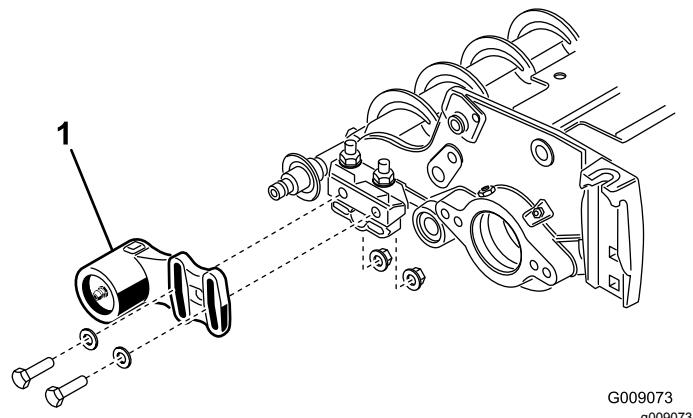
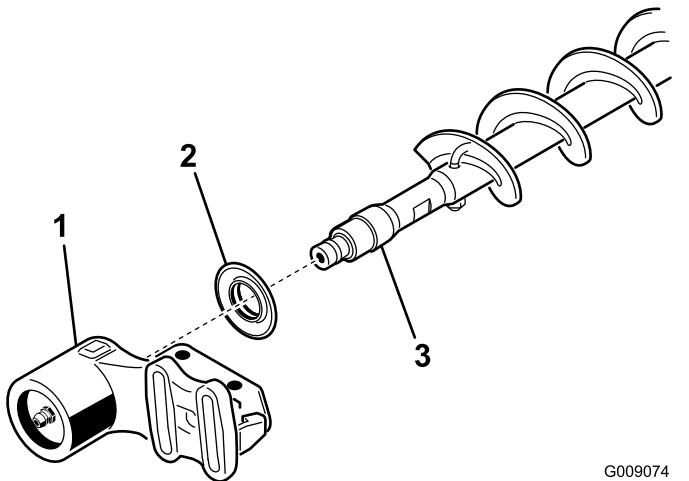

Figura 36
Figura 37
1. Se sull'apparato di taglio è installata una spazzola per rullo, togliete i 2 bulloni, le rondelle e i dadi che fissano l'alloggiamento del cuscinetto secondario alla staffa di montaggio dell'alloggiamento del cuscinetto (Figura 36 e Figura 37).
2. Fate scorrere l'alloggiamento del cuscinetto secondario e la guarnizione fino a estrarre dall'albero della spazzola (Figura 37).
9. Installate la guarnizione e l'alloggiamento del cuscinetto secondario sull'albero della spazzola (Figura 37).